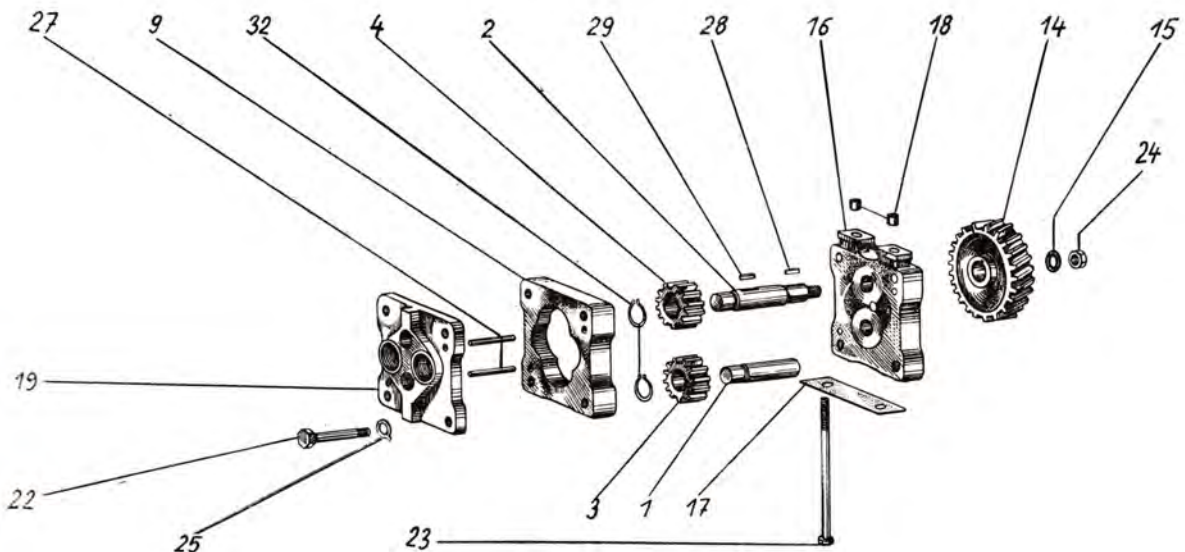
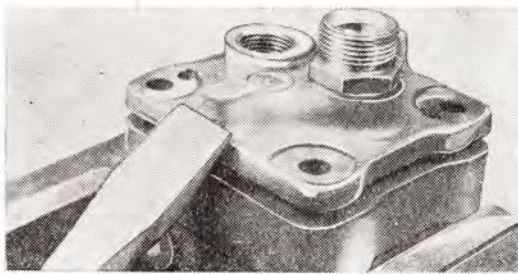

Abb. 16
Abb. 17
5. Vier Schrauben M 8×45 (M 8×30 am Schlepper Zetor 2511 und M 8×50 am Schlepper Zetor 4511 (Abb. 16/22) sind zu entsichern, auszuschrauben und die Sicherungsunterlagen (Abb. 16/25) abzunehmen.
6. Mit leichten Schlägen auf die Anzugsstücke des Pumpendeckels in Richtung nach oben (Abb. 17) ist der Deckel von den Zentrierstiften (Abb. 16/27) abzuschleppen. Achtung auf die geläpften Flächen!
7. Das von der Steuerung angetriebene Zahnrad (Abb. 16/4) ist samt Welle (Abb. 16/2) leicht aus dem Pumpenkörper herauszuschieben. Das Zahnrad sitzt auf einer Feder (Abb. 16/29) und ist mit einer Seegersicherung (Abb. 16/32) gesichert.
8. Das angetriebene Zahnrad (Abb. 16/3) ist auf einem Bolzen (Abb. 16/1) gelagert, der in den Pumpendeckel eingepresst ist. Die Bolzenlänge wird durch einen Sicherungsring begrenzt.